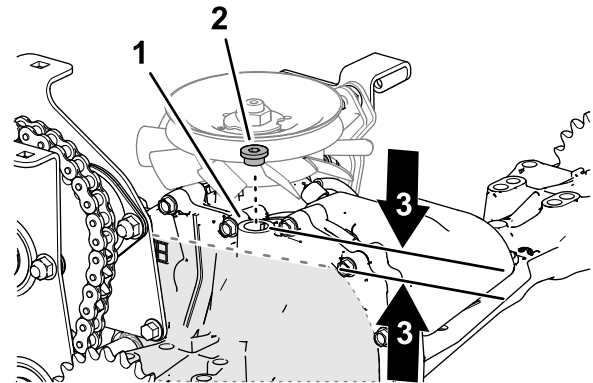

Figura 61
1. Llene el transeje con aceite del tipo especificado a través del orificio de vaciado/llenado hasta que el nivel de aceite esté a 13 - 32 mm (1/2"-1 1/4") por debajo de la parte superior del orificio (**Figura 61**).